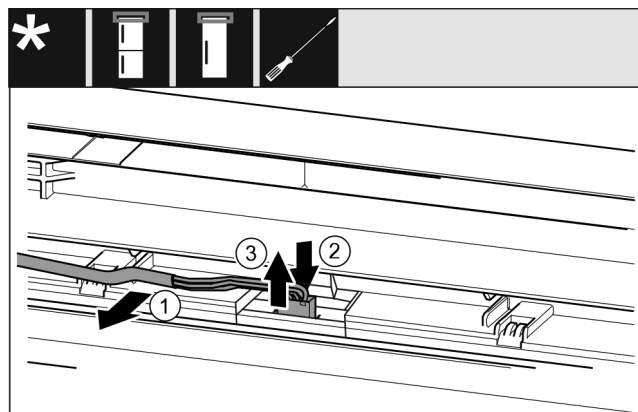

Fig. 20
- ▶ Ostrożnie wyjąć szary kabel z prowadnicy w drzwiach. Fig. 20 (1)
- ▶ Nakładkę pod wtyczką wcisnąć do tyłu. Fig. 20 (2)
- ▶ Wyciągnąć wtyczkę ostrożnie do góry. Fig. 20 (3)